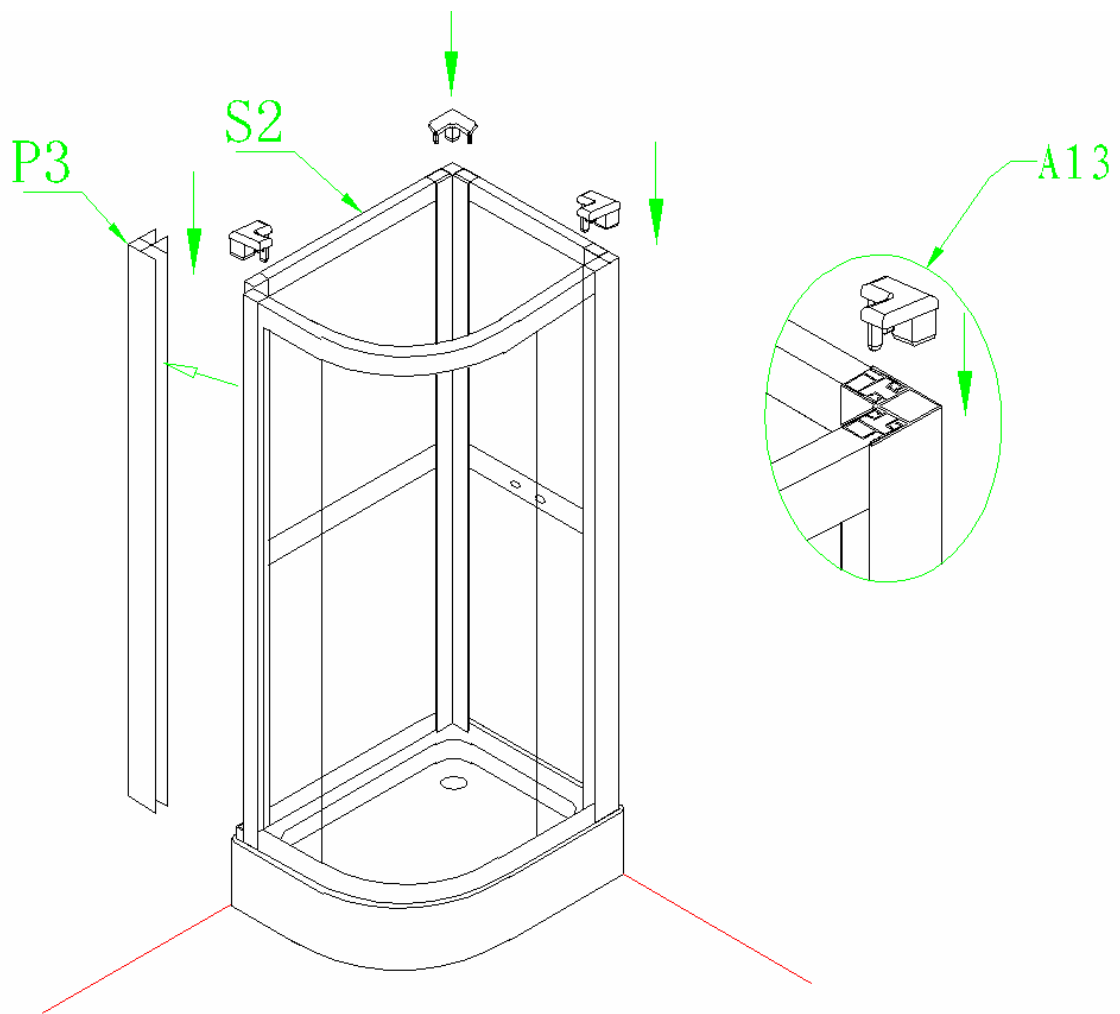

Fig. 9.
9. Sätt hörnprofilen (P3) in i den vänstra glassidan (S2) samt i sidoprofilen (A12) till kabindörren. Ställ hörnprofilen (P3) på ABS-fästblocket på duschkaret, se fig. 9.
10. Sätt plastskydden (A13) fast på övre delarna av duschkabinen, använd hammare för att sätta dem fast. Se fig. 9.